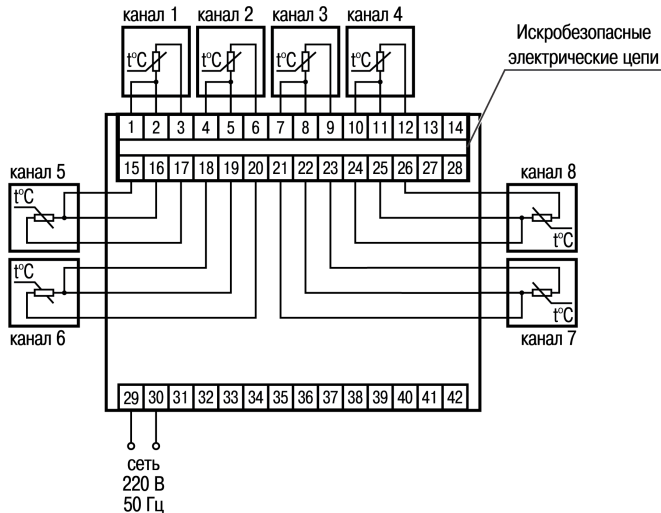

Рисунок 5.3 – Подключение к прибору ТС типа ТСМ, ТСП
1. В соответствии со схемой подключения (см. *рисунок 5.3*) установить перемычку между контактами клеммника прибора, соединенными с общим для них выводом датчика.